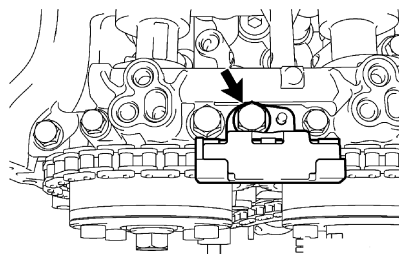

图 1-155 拆下正时链导板
③ 拆下曲轴带轮螺栓。
3) 拆下螺栓和正时链条导板, 见图 1-155。